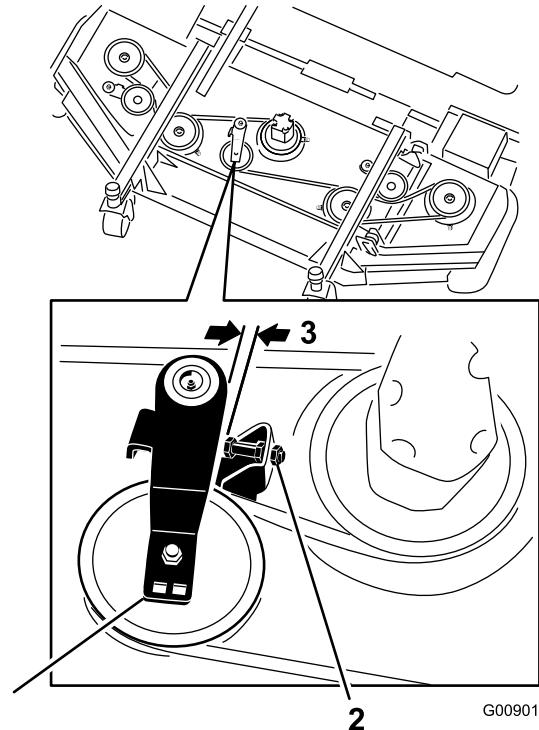

Bild 76
2. Lösen Sie am Frontmähwerk die Klemmmuttern an der Anschlagschraube der Spannscheibe und drehen Sie die Anschlagschraube in die Halterung (Bild 76).
3. Schieben Sie die Spannscheibe mit einem Schraubenschlüssel oder einem ähnlichen Werkzeug (Bild 76) vom Treibriemen und lassen Sie den Riemen von der Getriebespannscheibe rutschen.